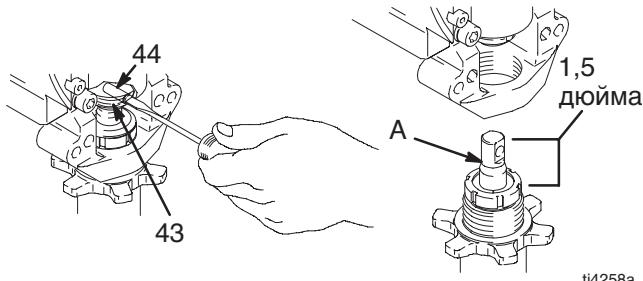

Рис. 10
4. Рис. 10. Прокрутите насос в режиме JOG так, чтобы штифт (44) был в положении демонтажа. Выключите выключатель питания и вытащите шнур питания из розетки. Вытащите вверх стопорное кольцо (43) и вытолкните штифт насоса наружу.
1. Рис. 10. Полностью выдвиньте шток поршня насоса на 1,5 дюйма. Нанесите смазку на верхнюю часть штока насоса в точке (A) или внутри соединительного шатуна.